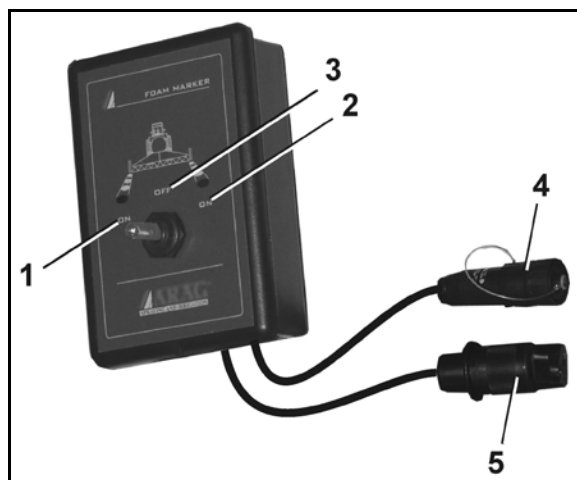

Fig. 107
- robinetul de comutare DUS (Fig. 107/1).
- supapa de limitare a presiunii în sistemul DUS (Fig. 107/2). Supapa de limitare a presiunii în sistemul DUS este reglată fix din fabricație și reduce presiunea în sistemul cu recirculare sub presiune la 1 bar.
- Dacă robinetul de comutare DUS se află în poziția (Fig. 107/A), sistemul cu recirculare sub presiune este conectat.
- Dacă robinetul de comutare DUS se află în poziția (Fig. 107/B), sistemul cu recirculare sub presiune este deconectat.
- Dacă robinetul de comutare DUS se află în poziția (Fig. 107/C), lichidul poate fi golit din stropitoarea de câmp.